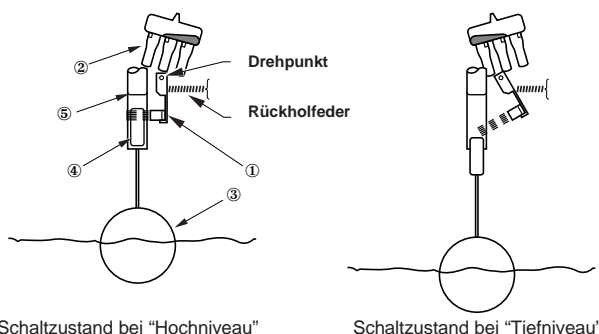

Abb.:1
Ein Dauermagnet ① ist drehbar gelagert und betätigt über einen Mechanismus ein Schaltermodul ②. Der Schwimmer ③ ist über das Schwimmergestänge mit einem magnetischen Anziehungskörper ④ verbunden und bewegt diesen in Abhängigkeit des Füllstandes in den, oder aus dem schalterauslösenden Magnetfeldbereich. Ein nicht magnetisches Führungsrohr (E-Tube) ⑤ trennt dabei hermetisch das komplette Schaltermodul von allen benetzten Teilen. Bei "Hochniveau" wird der Dauermagnet ① vom magnetischen Körper ④ fest an das Führungsrohr ⑤ herangezogen und somit ein Schaltvorgang im Schaltermodul ausgelöst. Bei "Tiefniveau" erfolgt eine Rückschaltung, indem der Dauermagnet durch eine Rückholfeder wieder in Ruhstellung gebracht wird. Siehe **Abb.: 1**